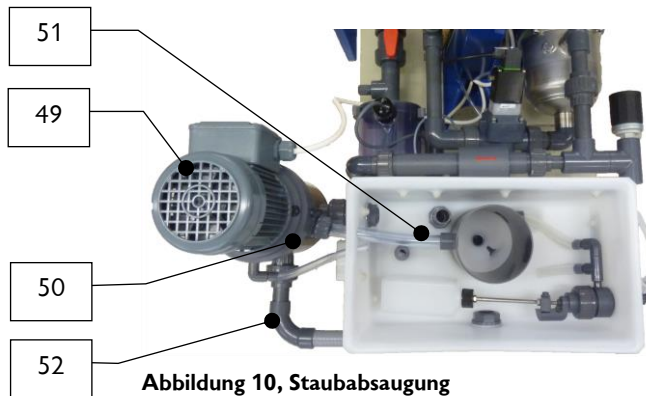

Abbildung 10, Staubabsaugung
49. Motor Staubabsaugung (nicht dargestellt, siehe Abbildung 10)
50. Gebläse Staubabsaugung (nicht dargestellt, siehe Abbildung 10)
51. Saugschlauch Staubabsaugung (nicht dargestellt, siehe Abbildung 10)
52. Verbindungsleitung Staubabsaugung (nicht dargestellt, siehe Abbildung 10)